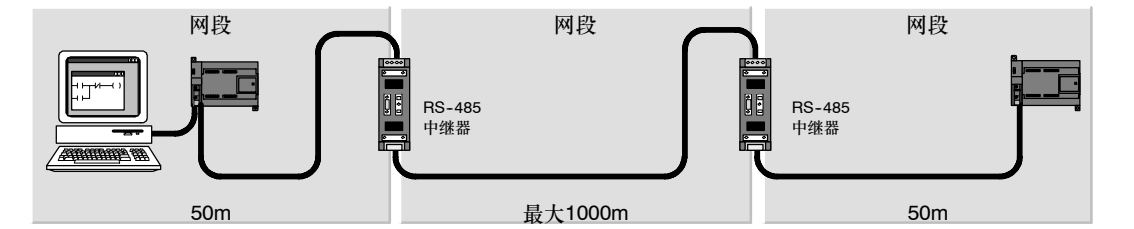

图7-21 带中继器的网络举例
- ❑ **增加网络的长度:** 在网络中使用一个中继器可以使网络的通讯距离扩展50米。如图7-21所示,如果在已连接的两个中继器之间没有其它节点,那么网络的长度将能达到波特率允许的最大值。在一个串联网络中,您最多可以使用9个中继器,但是网络的总长度不能超过9600米。